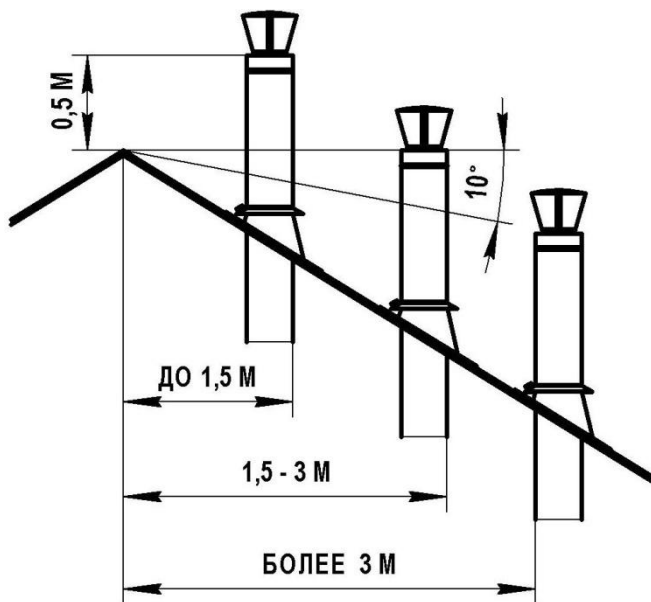

Рисунок 7. Расположение дымохода над крышей
- не ниже линии, проведенной от конька вниз под углом 10° к горизонту, при расположении дымоходной трубы от конька, на расстоянии более 3,0 м (рис. 7).